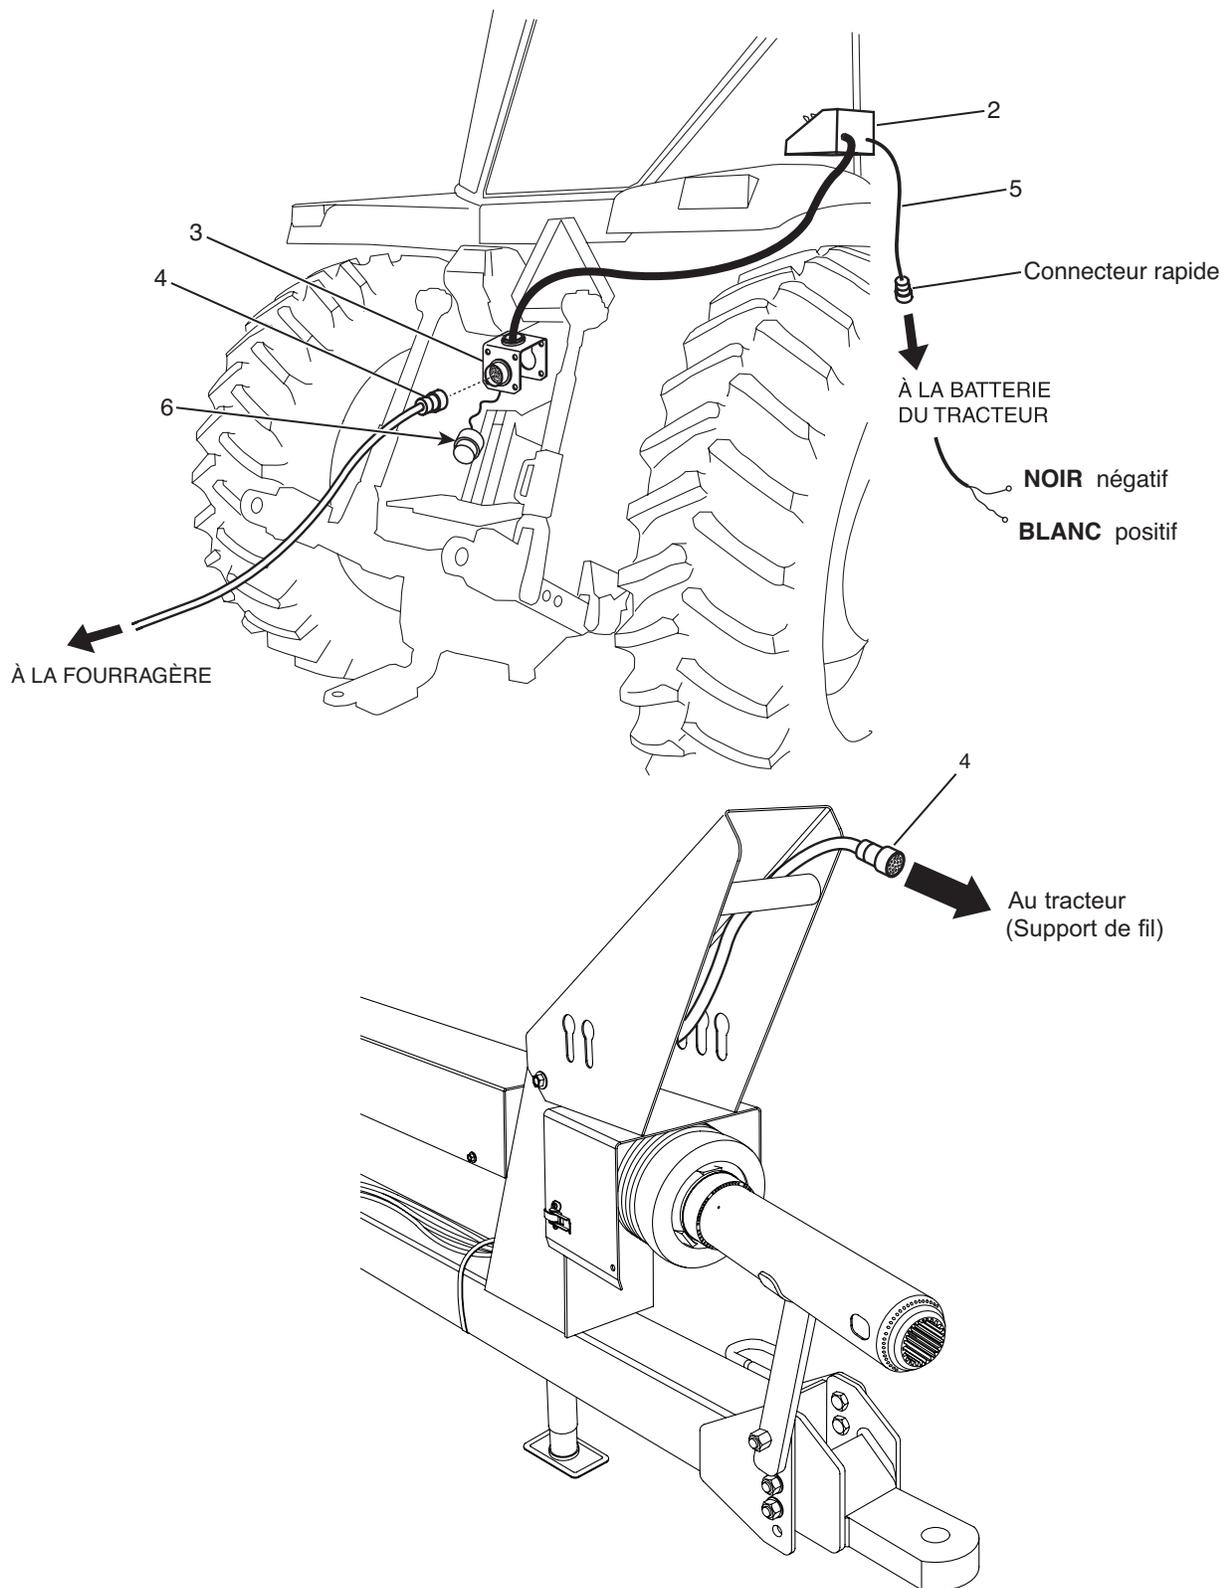

Figure 4 Branchement de la boîte de contrôle
NOTE : Lorsque la Fourragère n'est pas en fonction, débrancher la fiche électrique (figure 4, item 4) et remettre le capuchon (item 6) sur le connecteur (item 3).